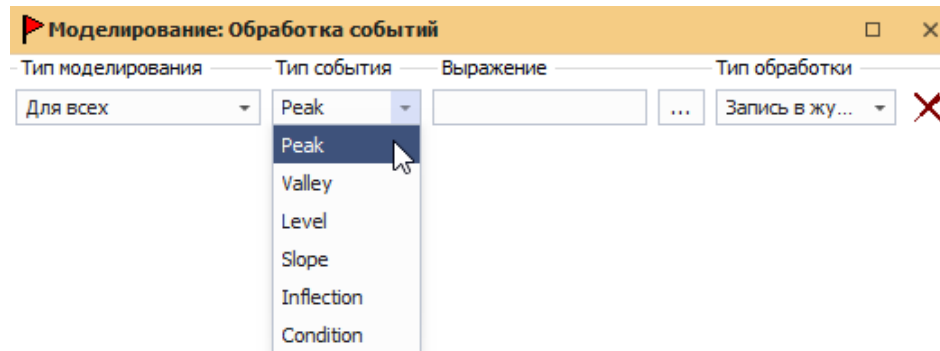

Рис. 179 Выбор типа события
3. Создайте событие Peak (абсцисса локального максимума), см. Рис. 179.